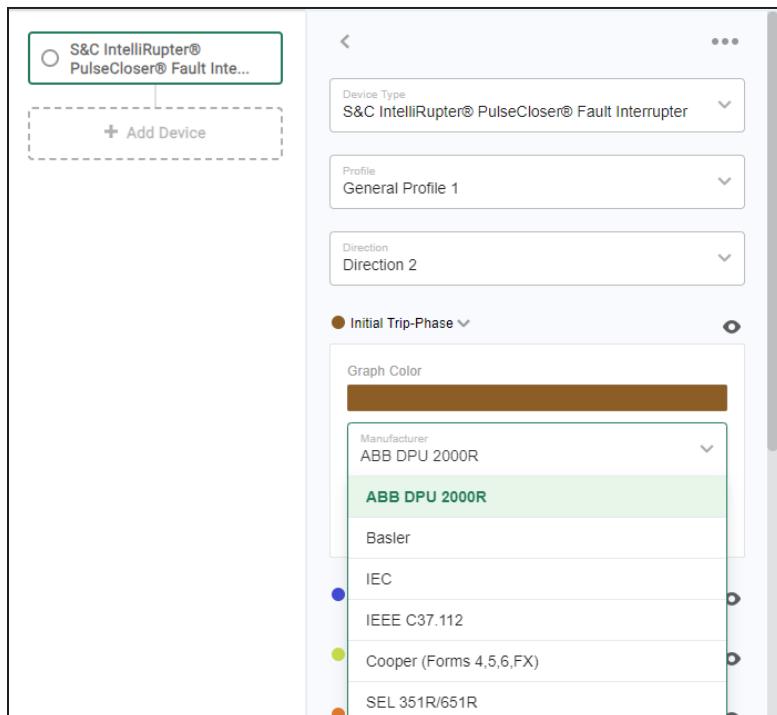

Figura 15. Seleção de dispositivo para um curva de Trip Inicial de Fase.
PASSO 1. Seleccione o dispositivo a ser emulado pela curva de Trip Inicial de Fase. Ver Figura 15.